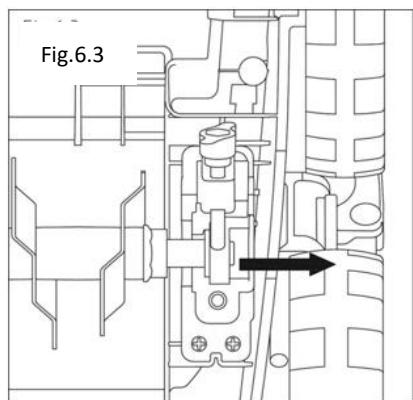

Fig.6.4
100. Utilização do rolo de escarificação (Fig. 6.4)
- Puxar o sistema de lâminas original para cima, para o separar da caixa da máquina (Fig. 6.4).